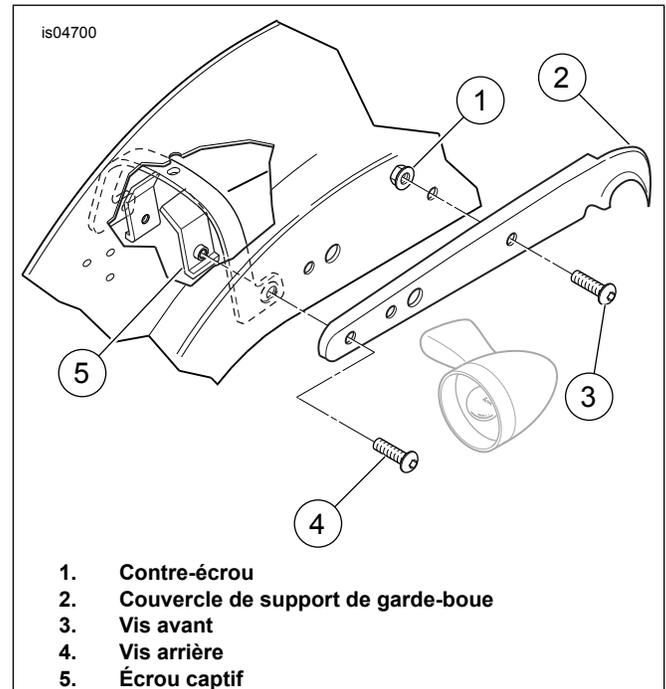

Figure 1. Support de garde-boue arrière (côté droit montré)
4. Voir Figure 1. Retirer et jeter la vis (3) de devant et le contre-écrou (1) du couvercle de support de garde-boue (2) arrière.
5. Retirer et jeter la vis arrière (4) et l'écrou captif (5) du couvercle de support de garde-boue arrière.